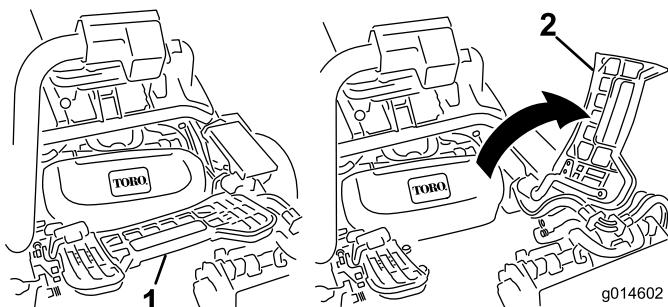

Bild 32
- Heben Sie die Fußplattform an und schwenken Sie sie in die geöffnete Stellung, um die Stellung des mittleren Mähwerks zugänglich zu machen (Bild 32).